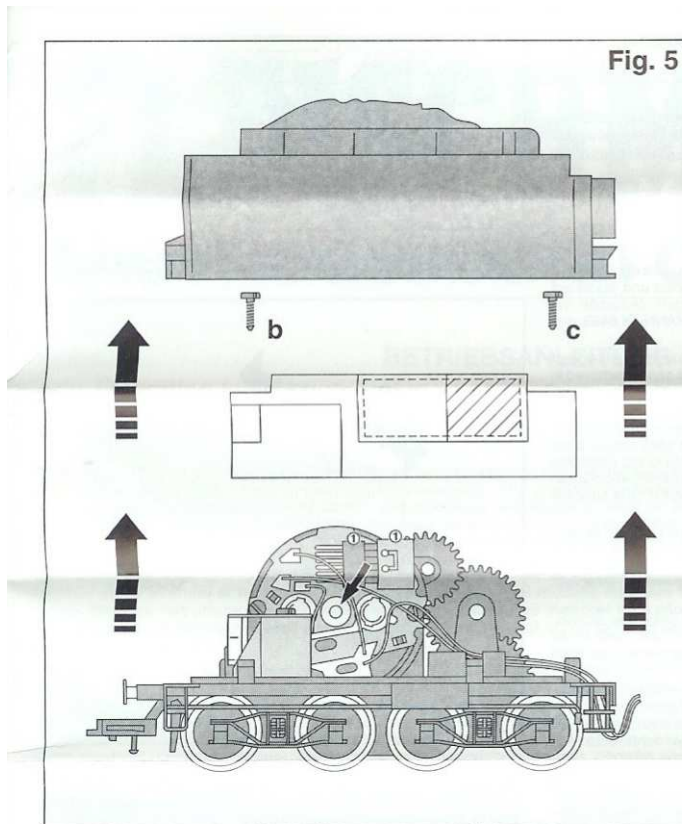

Fig. 5
Zum Austausch der Ersatzschleifkohlen, der Ersatzglühlampe, dem Einbau eines digitalen Empfängerbausteins und zum Ölen von Motor und Getriebe das Tendergehäuse nach oben abziehen. Schrauben **b** und **c** lösen und die Beschwerung entfernen (Fig. 5).
Auf die schraffierte Fläche kann ein **TWIN-DECODER 6846** mit 6-poligem Stecker (**NEM 651**) geklebt werden. Beim Einbau bitte die Betriebsanleitung des TWIN-DECODERS beachten (Fig. 5).
**Opening the tender:** To change the brushes, bulbs, to install the digital decoder and to oil the motor and gears, the tender body unclips. Pull out the sides a little and pull upwards. Remove screws **b** and **c**. Remove weight (fig. 5).
**Installing the digital decoder:** A 6-pole **TWIN-DECODER 6846 (NEM 651)** can be glued onto the cross-hatched surface (fig.5). Please consult the instructions included with the TWIN-DECODER for fitting advice.
Pour remplacer les balais, les ampoules ou pour effectuer le graissage du moteur et du mécanisme, il faut enlever la carrosserie du tender. Pour cela il faut écarter légèrement les parois et soulever la carrosserie. Défaire les vis **b** et **c**. Enlever le ballast (fig. 5).
**Montage d'un module récepteur digital:** La zone hachurée permet de coller un **TWIN-DECODER 6846 (NEM 651)** à 6 pôles (fig.5).
Als de koolborstels of lampjes moeten worden verwisseld en als de loc moet worden geolied moet de tenderkap worden verwijderd. Dat an door de carrosserie van de tender licht aan de zijkant uit te buigen en naar boven te trekken. De schroeven **b** en **c** losdraaien. Ballast eruitnemen (fig.5).
**Het inbouwen van een digitale ontvangerbouwsteen:** Op de gemarkeerde plaats kan een 6-polige **TWIN-DECODER 6846 (NEM 651)** geplakt worden (fig. 5). Bij het inbouwen a.u.b. de handleiding van de TWIN-DECODER raadplegen.
For indbygning af TWIN-Decoder, udskiftning af kul eller pære, afmonteres tenderoverdelen. Skruerne **b** og **c** fjernes og vægklodsen afmonteres (fig. 5).
**Indbygning af digital modtagerenhed:** En 6-polet **TWIN-DECODER 6846 (NEM 651)** kan monteres på det skraverede felt (fig. 5).
Per sostituire la spazzola di carbone, la lampadina e oleare le motore, togliere il mantello del tender. Per togliere il mantello del tender bisogna premere lateralmente la cassa e tirarlo verso l'alto. Svitare le viti **b** e **c**. Eliminare la zavorra (fig.5).
**Montaggio di un modulo di ricezione digitale:** Sul piano tratteggiato può essere incollare un **TWIN-DECODER 6846 (NEM 651)** a 6 poli (fig.5). Prima di procedere al montaggio, consultare il manuale di funzionamento del TWIN-DECODER.